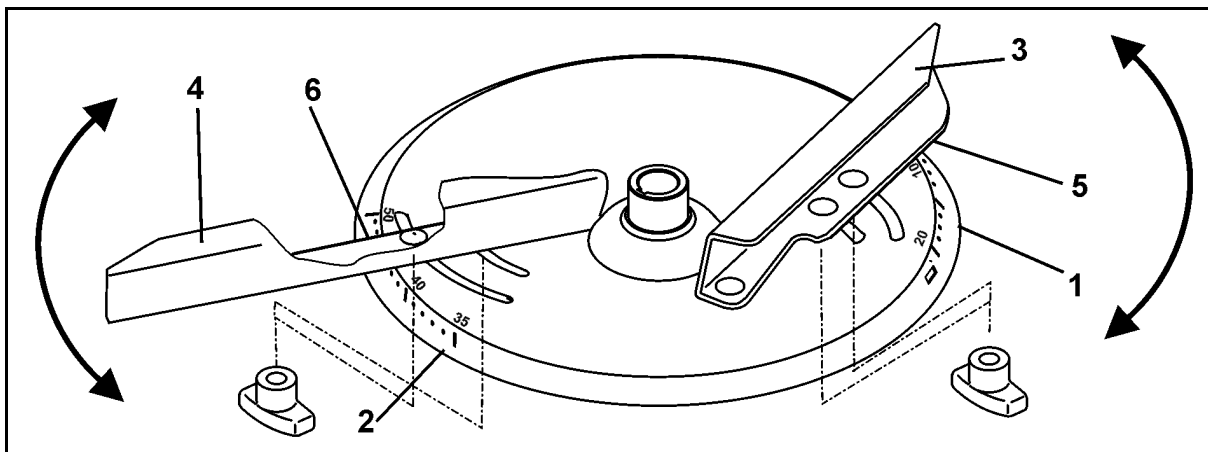

図 63
散布偏向板の設定をツールを用いずに正確に行うために、各散布ディスクには 2 種類の区別のはっきりした目盛り (図 63/1 と 図 63/2) が配置されています。
- 短い散布偏向板 (図 63/3) には、値 5 ~ 28 の目盛り (図 63/1) が、長い散布偏向板 (図 63/4) には、値 35 ~ 55 の目盛り (図 63/2) が割り当てられています。
- 短い散布偏向板 (図 63/3) 用に設定値を読み取りエッジ (図 63/5) で読み取ります。
- 長い散布偏向板 (図 63/4) 用に設定値を読み取りエッジ (図 63/6) で読み取ります。
- 散布偏向板を目盛り (図 63/1 または 図 63/2) のより大きな数値に旋回させると、作業幅が拡大します。